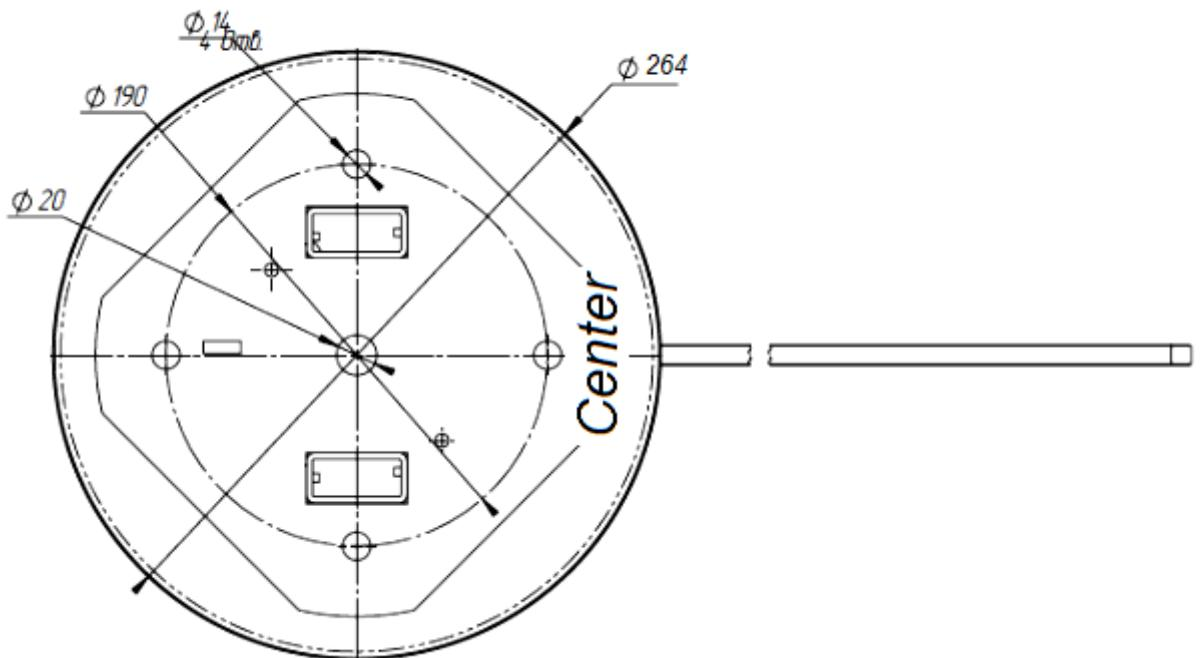

Рисунок 5 – Установочные размеры площадки
4.2.4 Рисунок 5 – выполнить разметку и просверлить 4 отверстия диаметром 16 мм в полу под анкеры крепления стойки калитки.